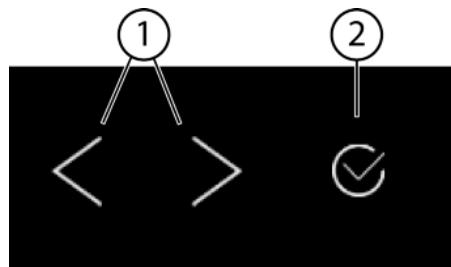
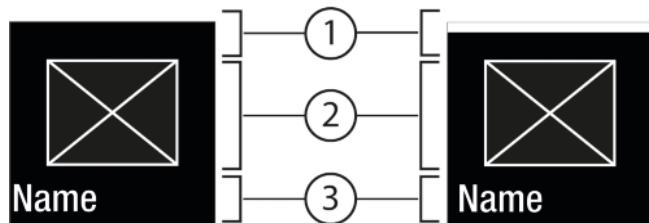
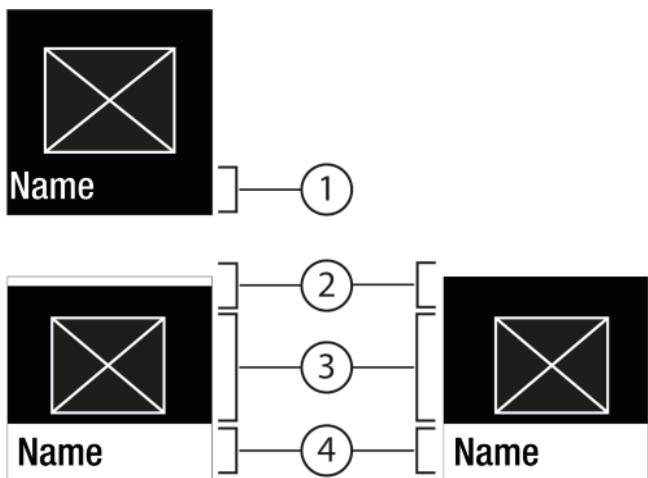

Fig. 5
Fig. 6
Fig. 7
- (1) Стрелка за навигация ляво / дясно      (2) Потвърждаване ляво / дясно
#### Стрелка за навигация ляво / дясно Fig. 5 (1):
#### Потвърждаване Fig. 5 (2):
- Навигиране със стрелка за навигация ляво / дясно Fig. 5 (1).
- С Потвърждаване Fig. 5 (2) функцията / настройката се активира Fig. 6 (1) / деактивира Fig. 6 (1).
- С Потвърждаване Fig. 5 (2) се извиква подменюто Fig. 7 (4).
- Настройване на нова стойност: С Потвърждаване Fig. 5 (2) изберете деактивирана стойност Fig. 6 (1).
- Обратно в менюто: С Потвърждаване Fig. 5 (2) изберете вече активираната стойност Fig. 6 (2).
- Натискайте стрелките за навигация Fig. 5 (1) дотогава, докато се покаже функцията.
- Натиснете Потвърждаване Fig. 5 (2).
- ▷ Със стрелките за навигация Fig. 5 (1) изберете стойността за настройка.
- ▷ Състояние: активирано Fig. 6 (1) се появява за кратко в подменюто Fig. 7 (4).
- Натискайте стрелките за навигация Fig. 5 (1) дотогава, докато се покаже Настройки .
- Натискайте стрелките за навигация Fig. 5 (1) дотогава, докато се покаже желаната настройка.